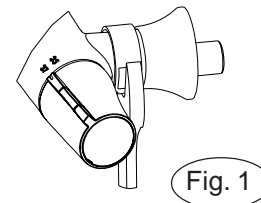

Fig. 1
**Filtros y válvulas anti-retorno:** Los filtros que protegen la grifería pueden obstruirse y reducir su caudal. En ese caso limpiar empapándolos en vinagre caliente. Las impurezas pueden provocar el cierre de una de las válvulas anti-retorno situada en la entrada. Esto provocará una defectuosa mezcla de agua fría y agua caliente a nivel de instalación, será entonces necesario proceder a su limpieza de la manera siguiente (ver fig.1 y 2).